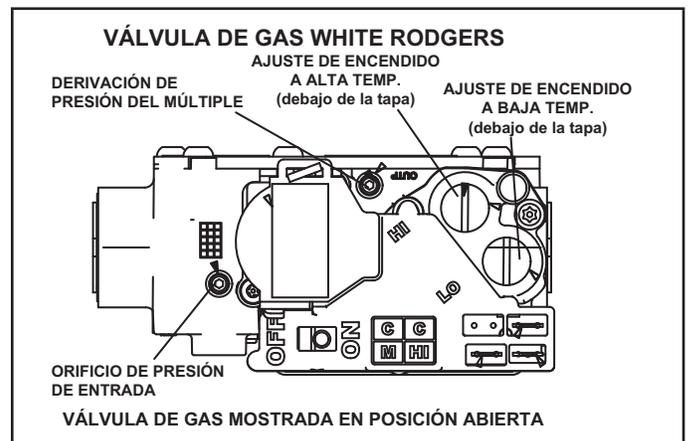

FIGURA 61
Operación de la válvula de gas (FIGURA 61)
- 6 - Mueva el interruptor de la válvula de gas a la posición APAGADO. Ver la FIGURA 61.
- 8 - Mueva el interruptor en la válvula de gas a la posición ENCENDIDO. Ver la FIGURA 61.
Un tapón roscado de presión de entrada en la válvula de gas permite acceso a la presión de suministro. Ver la FIGURA 61. Retroceda el tornillo hexagonal de 3/32 una vuelta, conecte un tubo de 5/16 y conéctelo a un manómetro para medir la presión de suministro. Ver la TABLA 18 para la presión de la línea de suministro.
Un tapón de presión del múltiple en la válvula de gas permite acceso a la presión del múltiple. Ver la FIGURA 61. Retroceda el tornillo hexagonal de 3/32 una vuelta, conecte un tubo de 5/16 y conéctelo a un manómetro para medir la presión del múltiple.
- 5 - Haga ajustes si es necesario. La FIGURA 61 muestra la ubicación de los tornillos de ajuste de encendido de alta y baja temperatura.